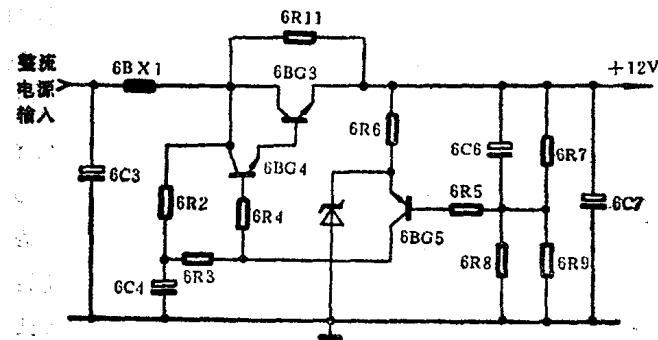

图 1-1
2. 检查电源电路。相关电路见图1-1所示。对电源电路各元件进行外观检查，发现电路